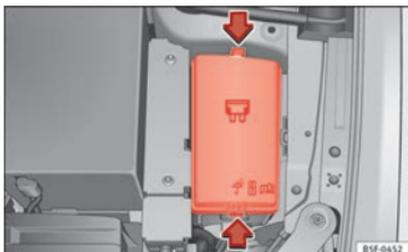

Fig. 203 Nel vano motore: coperchio della scatola dei fusibili.
- Premere le linguette di blocco per sbloccare il coperchio della scatola dei fusibili »» » **fig. 203.**